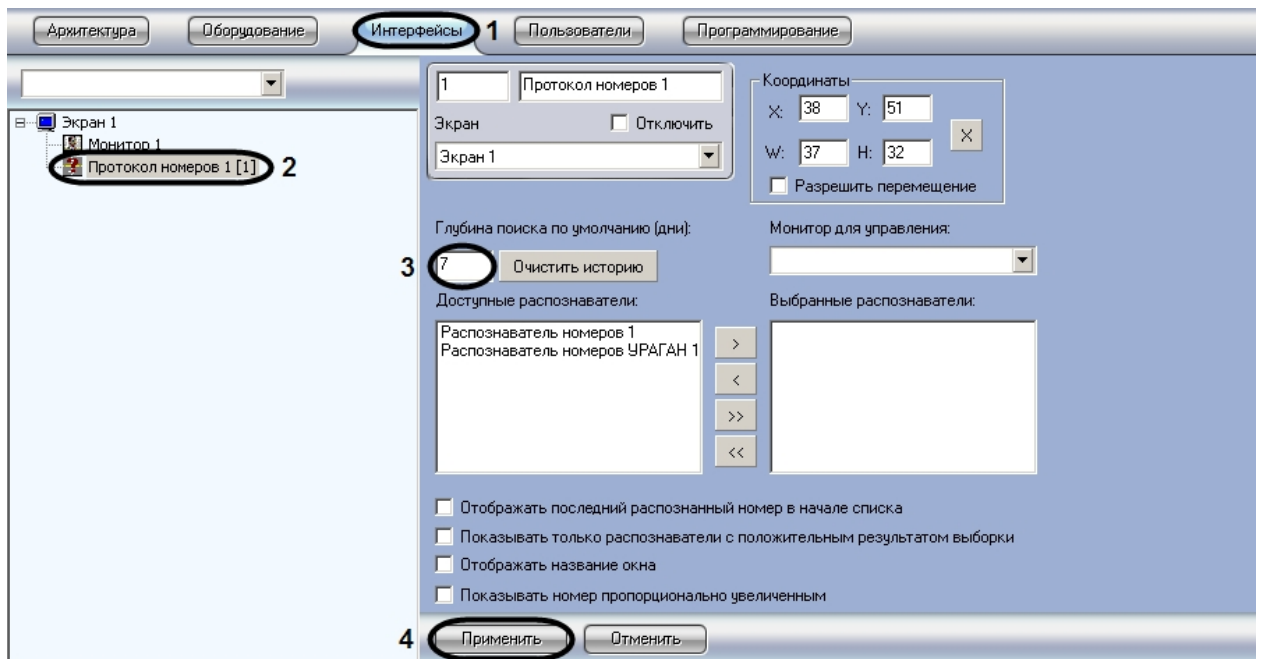

Рис. 88. Задание глубины поиска номеров
1. Перейти на вкладку «Интерфейсы» диалогового окна «Настройка системы» (см. Рис. 88, 1).
2. Выбрать в дереве объект «Протокол номеров» (см. Рис. 88, 2).
3. Ввести значение в поле «Глубина поиска по умолчанию (дни):» (см. Рис. 88, 3).
4. Нажать кнопку «Применить» для сохранения настроек (см. Рис. 88, 4).